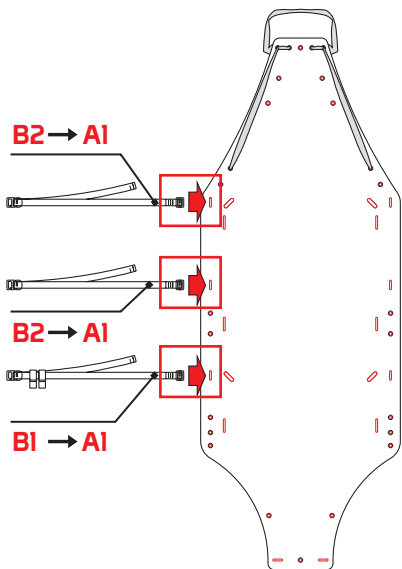

Fig.9
- inserire le fettucce (B1 e B2) nelle asole A1 del piano di appoggio (fig. 9),